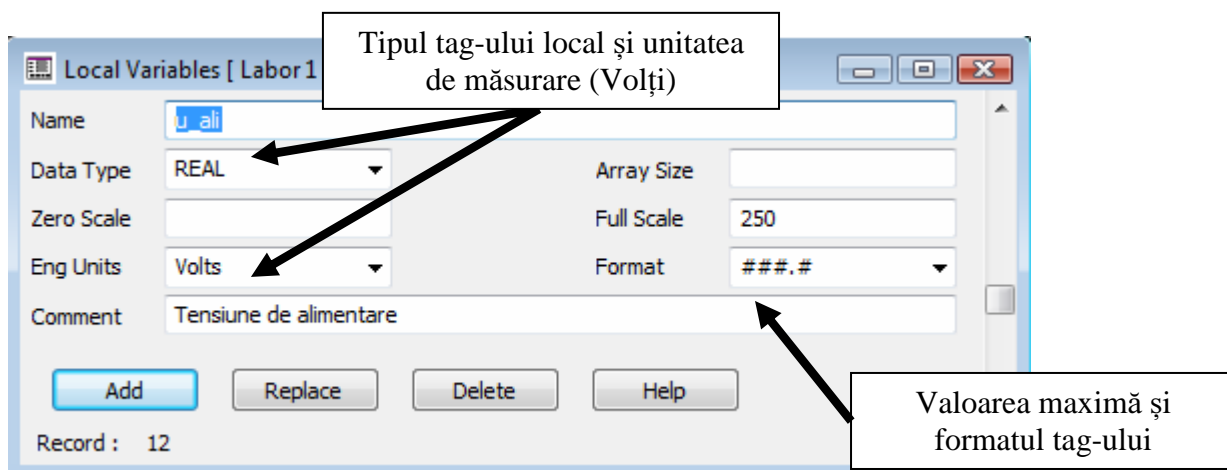

Fig. 1 – Configurația tag-ului local u_ali
- Posibilitatea de a seta valoarea tensiunii de alimentare (tag-ul local **u_ali** fig. 1) cu ajutorul elementului grafic de tip *Genie Manual Slider*. Valoarea setată este afișată cu un *Genie Indicator* și cu un instrument analogic de tip *ActiveX CiMeterX*.